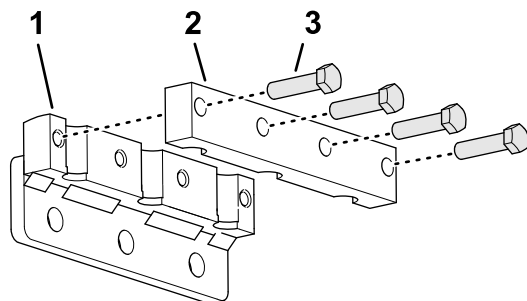

図 40
1. タインホルダーにタインランプを仮止めする 図 40 ボルト $\frac{3}{8}$ x $1\frac{1}{2}$ " 4 本を使用する。この時点ではまた本締めしないこと。